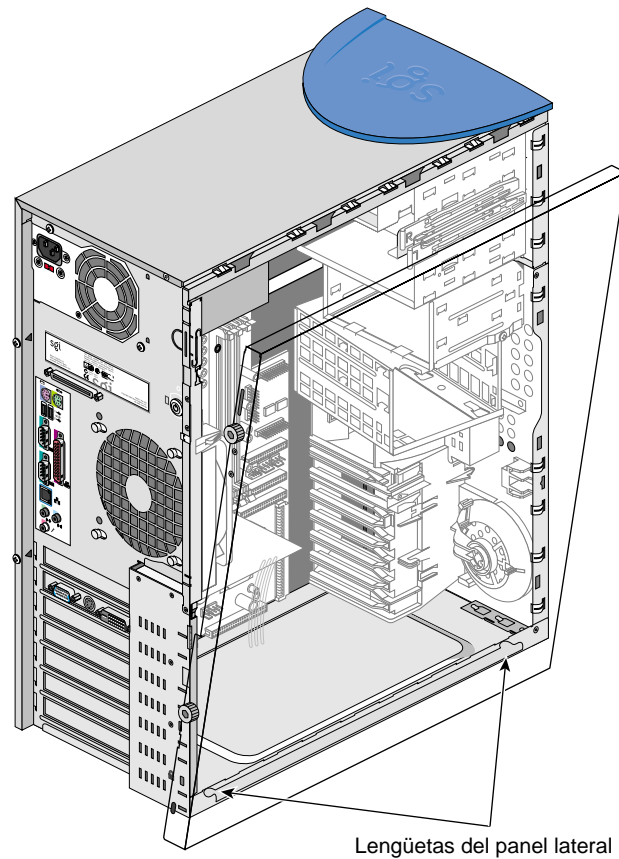

Figura 2-31 Colocación del panel lateral en el riel inferior del chasis
- Deslice el panel lateral hacia la parte posterior del sistema hasta que la lengüeta posterior alcance la parte posterior del chasis y el panel no pueda avanzar más. En la Figura 2-31 se muestra este procedimiento.